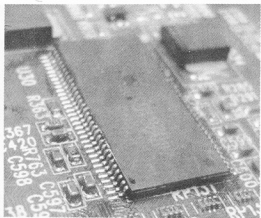

图 4-16 对齐位置
(5) 再次涂少量焊膏在芯片引脚上, 放到焊盘上, 对齐位置后固定一个脚, 如图 4-16 所示。